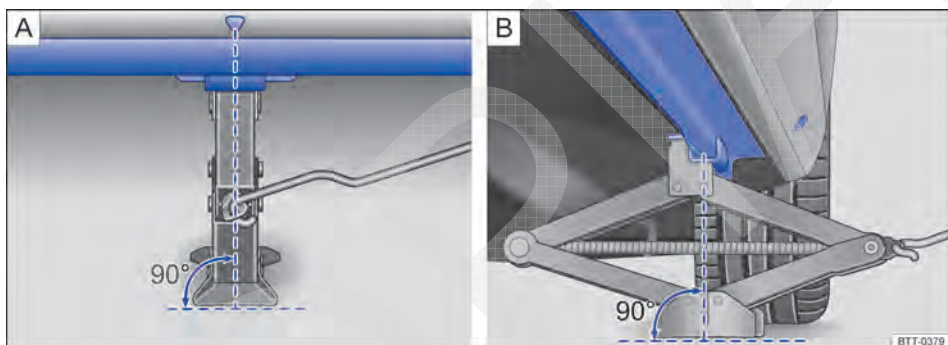

Fig. 240 Colocar o macaco sanfona no lado esquerdo traseiro do veículo.
O macaco somente pode ser posicionado nos pontos de recepção indicados, nas marcação da carroceria \Rightarrow Fig. 240. É válido o ponto de apoio localizado próximo à roda correspondente \Rightarrow .
6. Procurar sob o veículo o ponto de recepção do macaco \Rightarrow Fig. 240 mais próximo da roda a ser trocada.
8. Garantir que a base do macaco, com toda sua superfície, esteja sobre o chão e que a base se encontre perpendicularmente abaixo do ponto de colocação ⇒ Fig. 240.
9. Alinhar o macaco e, simultaneamente, levantar a garra do macaco até ela se encaixar na travessa debaixo do veículo ⇒ Fig. 240.
- Posicionar o macaco somente nos pontos indicados. A garra do macaco deve se encaixar no perfil da longarina de forma segura ⇒ Fig. 240.